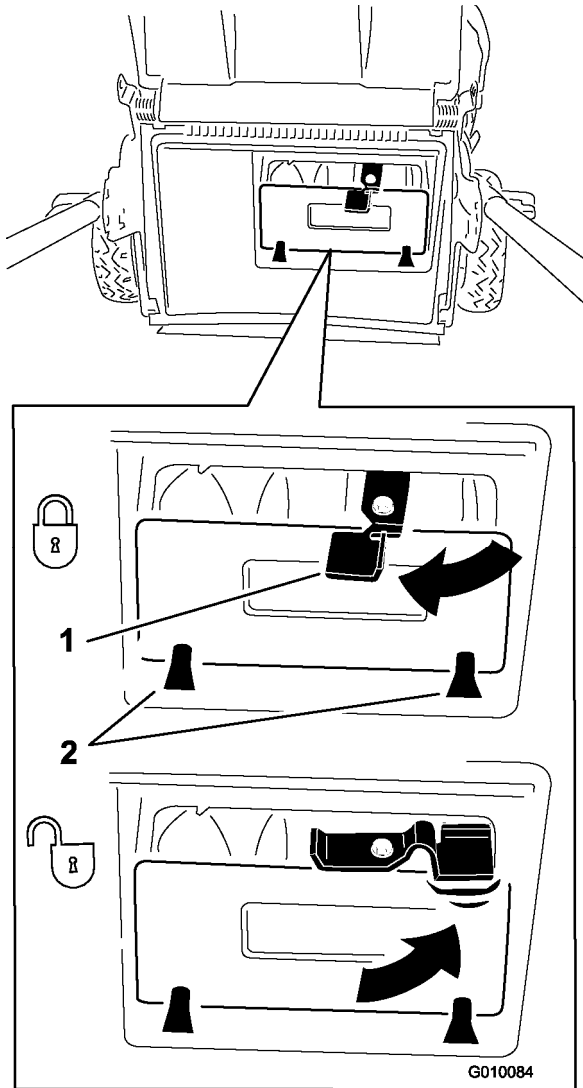

Рисунок 27
**Примечание:** Будьте внимательны, что бы нижний штепсель выпускного отверстия был закрыт. Захватите штепсель, твердо вставьте штепсель, до упора, и вращать рычаг налево (Рисунок 27).
**Примечание:** Что бы открыть штепсель, вращайте рычаг на ручке в право (Рисунок 27).